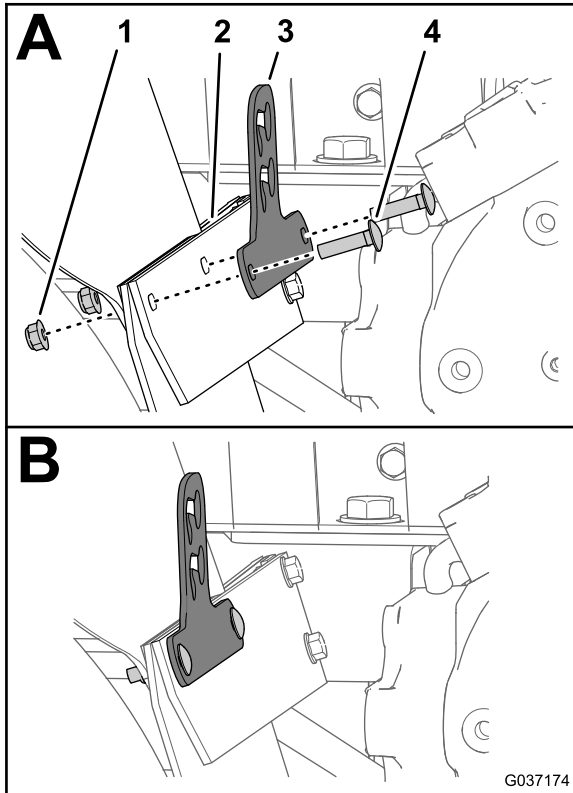

Figura 10
3. Montate la staffa della valvola, la barra del paraurti, il paraspruzzi e il paraurti (Figura 10) con i 2 bulloni a testa tonda (5/16" x 1 1/4") e i 2 dadi di bloccaggio flangiati (5/16").